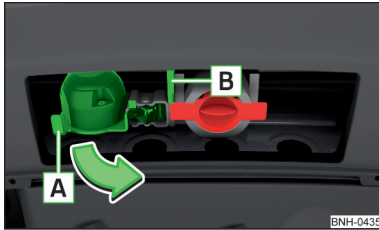

Abb. 226
- Die 13-polige Steckdose am Griff **[A]** fassen und in Pfeilrichtung ausschwenken » Abb. 226.